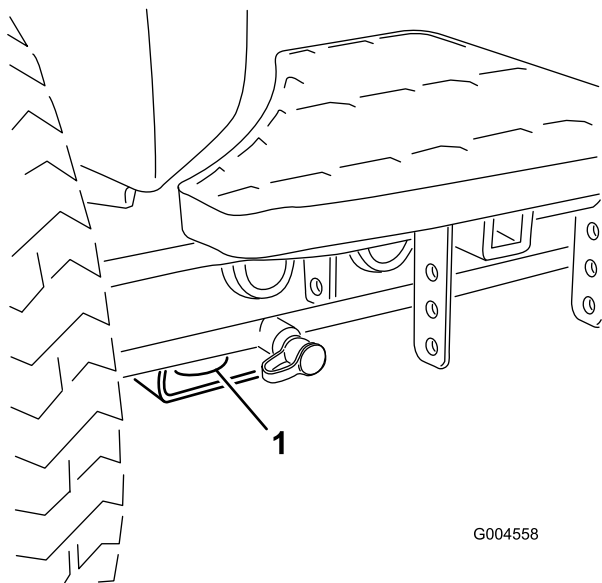
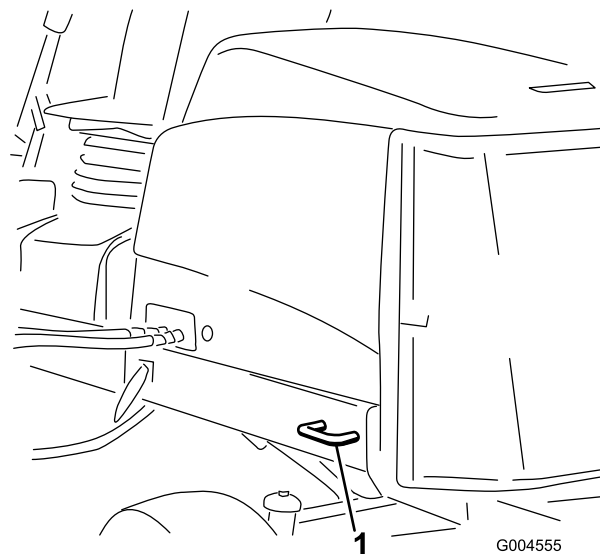

图36
图37
5. 使用机器上的金属栓系点，用箍带、链条、缆绳或绳索将机器牢牢固定在拖车或卡车上（图36和图37）。
- 前部——矩形垫片上的孔，位于每个前轮胎的轴管下（图36）
- 后部——机器后部机架的两侧（图37）